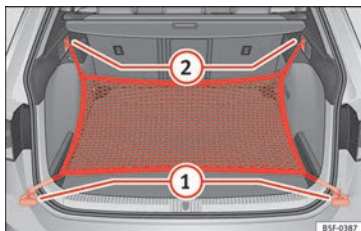

Fig. 177 Na bagageira: argolas ① e ganchos ② para fixar o saco de rede (modelo LEON ST).
- Fixe os ganchos curtos da rede nas argolas de fixação »» Fig. 177 ① »» ⚠. O fecho de correr do saco deve ficar voltado para cima.
- Fixe as fitas nos ganchos para prender sacos ②.